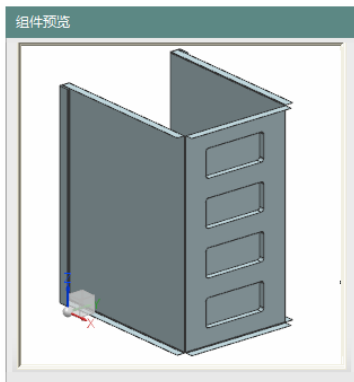

图 11-297 “组件预览”对话框
(1) 隐藏箱体顶后板、左右加强条和吊板, 选择“菜单(M)”→“装配(A)”→“组件(C)”→“添加组件(A)”或单击“主页”选项卡“装配”面组上的“添加”按钮, 打开“添加组件”对话框。单击“打开”按钮, 打开“部件名”对话框, 选择“NeiDanZhuBan.prt”, 单击“OK”按钮, 加载文件。同时在视图区打开“组件预览”对话框, 如图 11-297 所示。